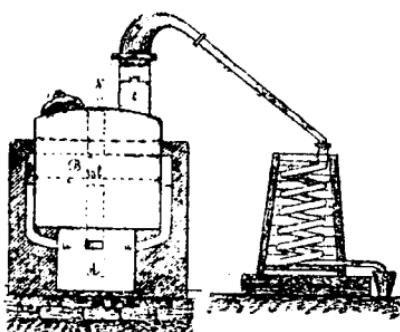

Рис. 34.
Травленая подсмольная вода заливается в количестве 100 ведер в куб (B) (рис. 34), куб железный вмазан в кирпичную кладку так, что из топки (A) топочные газы идут по четырем каналам (a, a) и собираются в общем кольцевом канале (v), и уходят из него в дымоход (N), а пары проходят через медный змеевик-охлаждаемый в деревянном чану с водой.